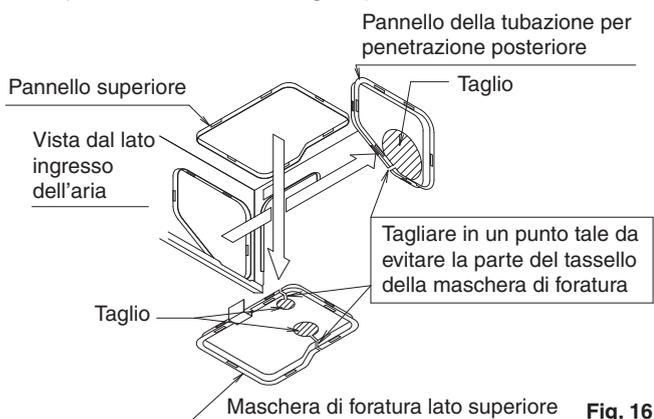
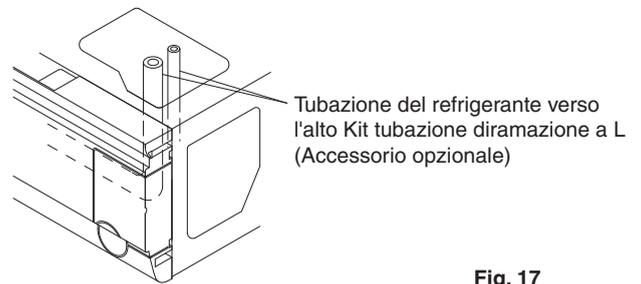
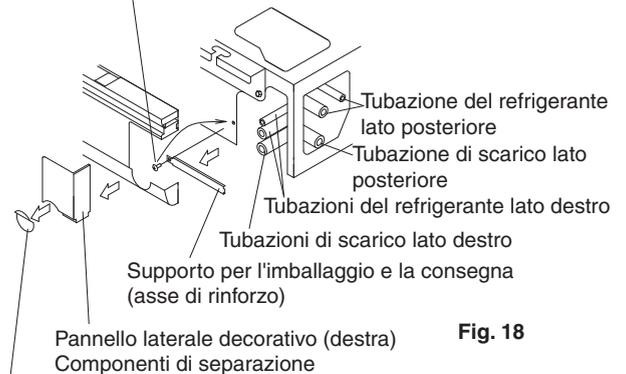
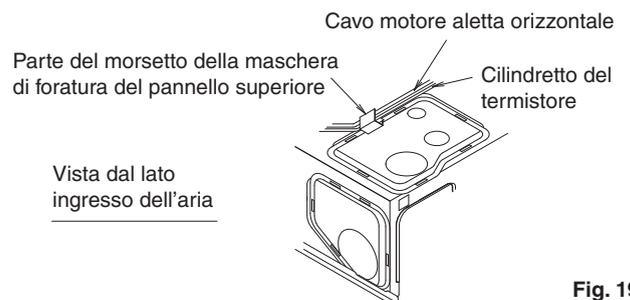

Fig. 16
Fig. 17
Fig. 18
Fig. 19
- Rimuovere il sostegno per l'imballaggio e la consegna (piastra di rinforzo) prima di eseguire la posa in opera delle tubazioni del refrigerante. (Fare riferimento alla Fig. 18)
- (1) Per le tubazioni sul lato posteriore
- Rimuovere la maschera di foratura delle tubazioni posteriori e collegare le tubazioni. (Fare riferimento alla Fig. 16 e alla Fig. 18)
- (2) Per le tubazioni orientate verso l'alto
- Rimuovere la maschera di foratura del pannello superiore e utilizzare il kit delle tubazioni di collegamento a L (accessorio opzionale) per il collegamento delle tubazioni. (Fare riferimento alla Fig. 16 e alla Fig. 17)
- (3) Per le tubazioni sul lato destro
- Rimuovere il supporto per l'imballaggio e la consegna (piastra di rinforzo) sul lato destro e riposizionare la vite nel punto originale dell'unità interna. (Fare riferimento alla Fig. 18)
- Praticare il foro pretranciato sul pannello laterale decorativo (destra) e collegare le tubazioni. (Fare riferimento alla Fig. 18)
- Una volta terminata la posa in opera delle tubazioni, tagliare la maschera di foratura rimossa in base alla forma delle tubazioni e installarla. Inoltre, per la maschera di foratura del pannello superiore, rimossa precedentemente, posizionare il motore delle pale orizzontali e il cilindretto del termistore mediante la fascetta della maschera di foratura del pannello superiore e fissare. (Fare riferimento alla Fig. 16 e alla Fig. 19)